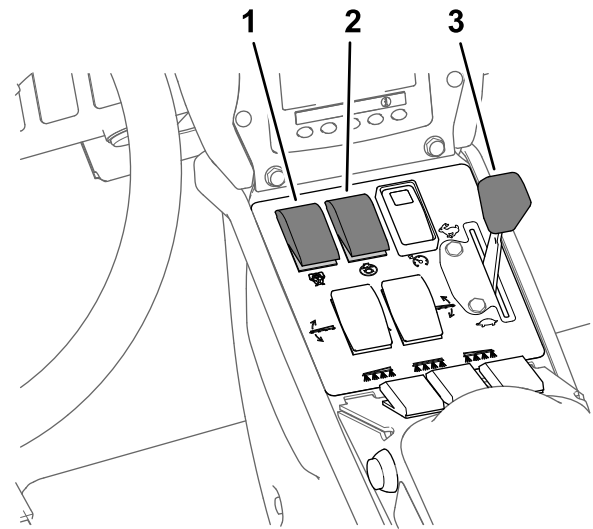

Figura 43
- Spostate l'interruttore della pompa in posizione di ACCENSIONE (Figura 43).
- Spostate l'acceleratore in posizione VELOCE (Figura 43) e lasciate girare il motore per 10 minuti.
6. Spostate l'interruttore dell'agitazione in posizione di SPEGNIMENTO e impostate l'acceleratore in posizione VELOCE (Figura 43).